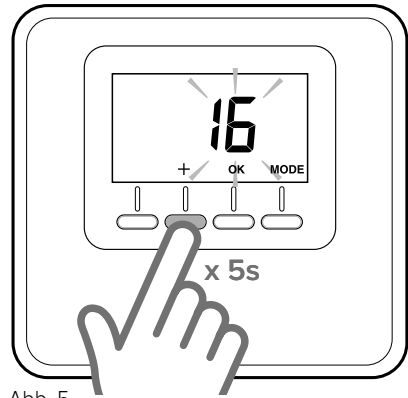

Abb. 5
- Die Taste „+“ auf dem Raumfühler (Abb. 5) 5 Sekunden lang drücken. Das Display zeigt abwechselnd die Software-Version und den Änderungsindex.